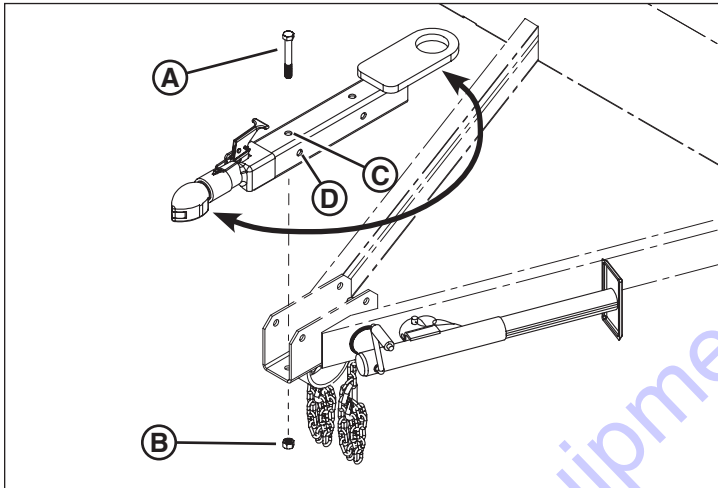

Figure 10
2. Retirer les deux vis à tête hexagonale (A, Figure 10) et les écrous de blocage (B) fixant la partie tubulaire de l'œil de lunette à la flèche. Jeter les écrous freinés.
- Insérer les deux vis à tête hexagonale retirées à l'étape 1 dans les trous correspondants de la flèche et dans les trous de la partie tubulaire de l'œil de lunette (C, D, Figure 10).